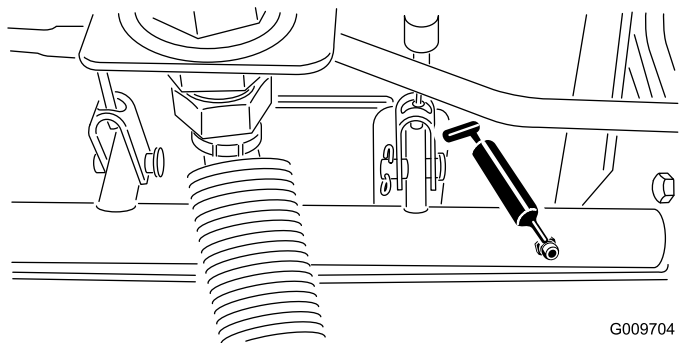

Figura 46
- Rolamentos articulados do eixo do travão (5) (Figura 46)